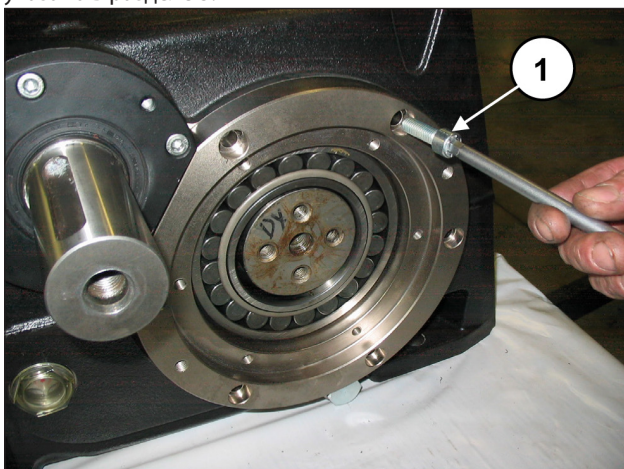

Рис. 75
Прикрутите крышки корпусов подшипников 6+6 винтами M10x30 (поз. ①, Рис. 75). Откалибруйте винты динамометрическим ключом, как указано в разделе 3.